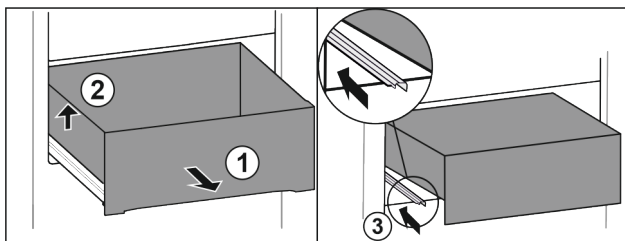

Fig. 62
- ▶ Витягніть висувний ящик до упору. Fig. 62 (1)
- ▶ Підняти висувний ящик ліворуч. Fig. 62 (2)
- ▶ Вставити ліву рейку. Fig. 62 (3)